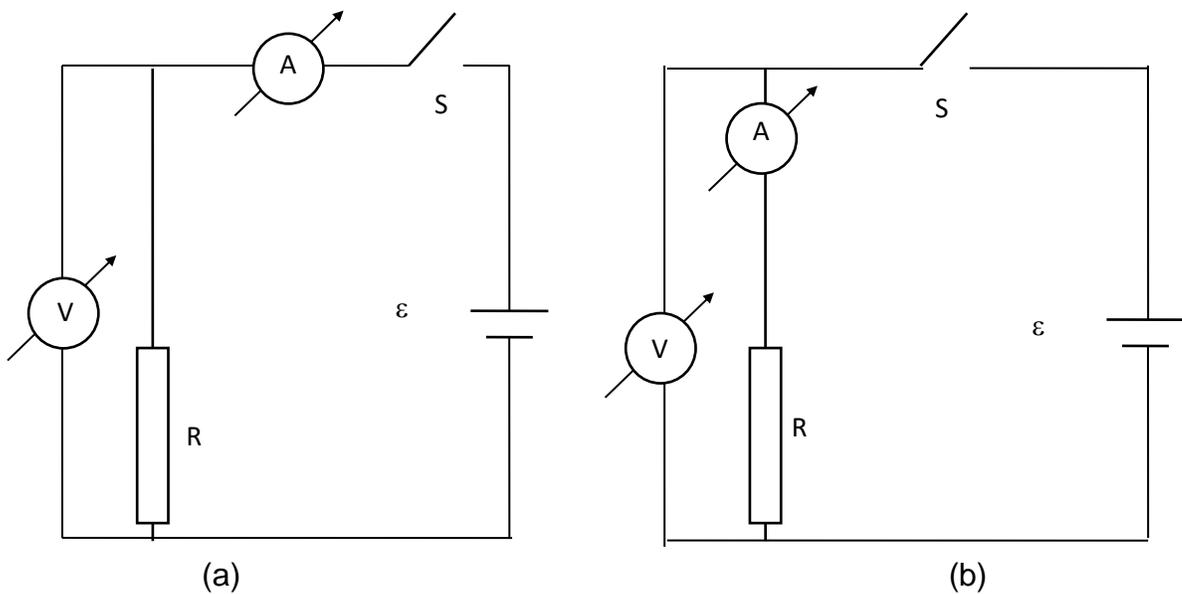

Figura 1: Diagrama esquemático mostrando dois possíveis circuitos para a determinação da resistência de um elemento.
Na figura 1 estão indicadas duas possíveis maneiras de se medir a corrente I e a tensão V . Qual a diferença entre as duas configurações? Todo processo de medida é, antes de mais nada, um processo de interação, interferência. Assim se quisermos saber a temperatura de um copo com água temos que colocá-lo em contato com um termômetro que, por sua vez, absorverá um pouco de calor do copo, alterando, portanto, a temperatura do mesmo. Tanto melhor será o nosso termômetro quanto menos alterar a temperatura do sistema. Analogamente o mesmo acontece no caso elétrico, podemos dizer que o voltímetro nos diz quanto é a tensão em um certo elemento de circuito às custas de uma corrente desviada desse elemento. Então na figura 1(a), o amperímetro vai indicar uma leitura maior que a "real" e na figura 1(b) o voltímetro é que vai indicar uma leitura maior que a "verdadeira". No primeiro caso a resistência corrigida será dada por:
1.A.2) Monte agora os circuitos da figura 1 para $R= 100, 1k, 10k$ e $100k\Omega$ e use ε próximo de 1V, 3V, 5V, 7V, e 10V e faça as medidas de V e I não esquecendo de anotar as características (resistência interna) dos aparelhos para calcular o valor de R com as devidas correções. Note que para cada resistor você terá uma tabela tal qual: